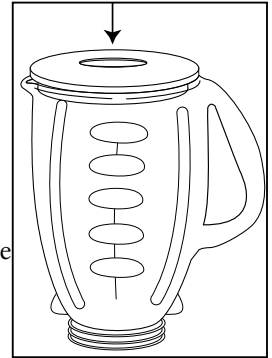

FIGURA 6
- No quite la tapa mientras esté en uso. Quite la copa de acceso para agregar los ingredientes más pequeños. (Figura 6)